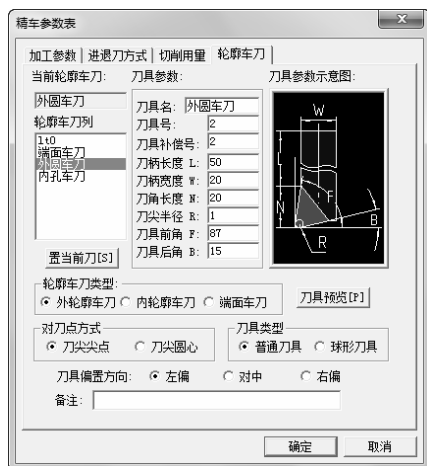

图 6-139 精车外圆车刀参数设定
4) 单击“轮廓车刀”选项卡,如图 6-139 所示。选择刀具库中刀具方法如下:在“轮廓车刀列表”下面的复选框中直接单击“外圆车刀”按钮,使它变为蓝色,然后单击“置当前刀”按钮,即调出了前面在刀具库中设置的外圆车刀,具体参数如图 6-139 所示。